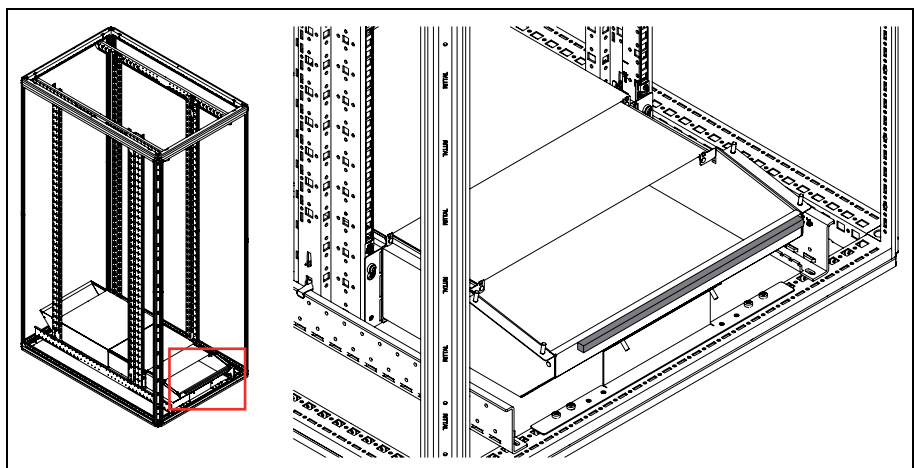

Abb. 20: Anbringen Dichtungsstreifen an hinterer Wanne des Luftkanals
- Befestigen Sie den Dichtungsstreifen (B10 x H10 x L372 mm) mittig an der hinteren Wanne des Luftkanal-Horizontalteils (Abb. 20). Die Oberkante der Dichtung ist bündig mit der oberen Kante des Luftkanal-Endstücks.